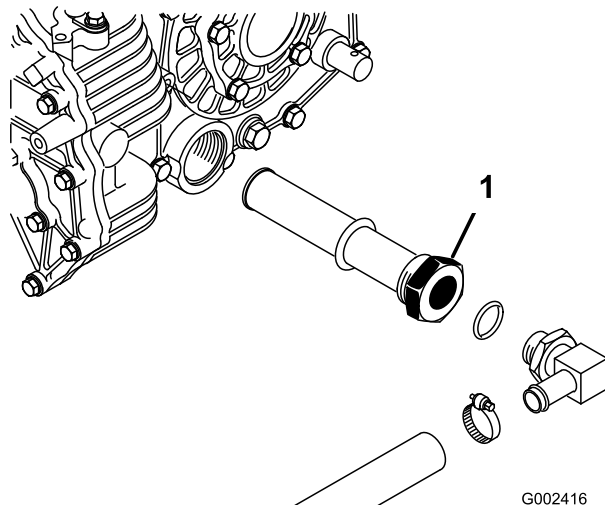

Figura 71
5. Observe la orientación del tubo hidráulico y del codo de 90° conectado al filtro en el lateral del depósito (Figura 71).